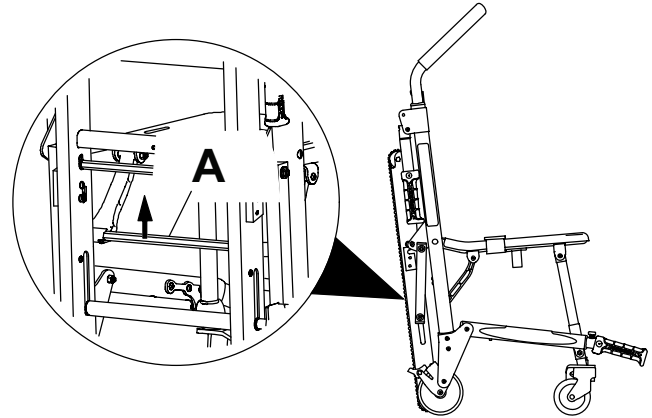

Figure 2 – Pliage de la chaise
4. Tirer sur la barre de verrouillage du pliage (rouge) à l'arrière de la chaise (A) (Figure 2).